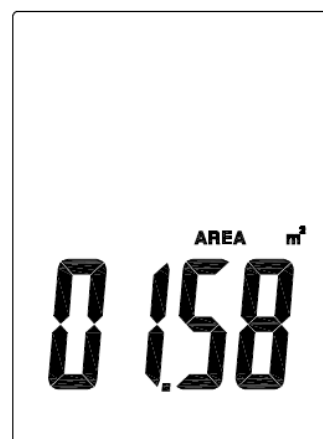

Fig.3
3. Pritisnite  ili  za pomicanje jedinice koju želite promijeniti (Fig 3).
Pritisnite tipku , broj područja trepće. Pritisnite  ili  za pomicanje na znamenku koju želite promijeniti (Fig.3).